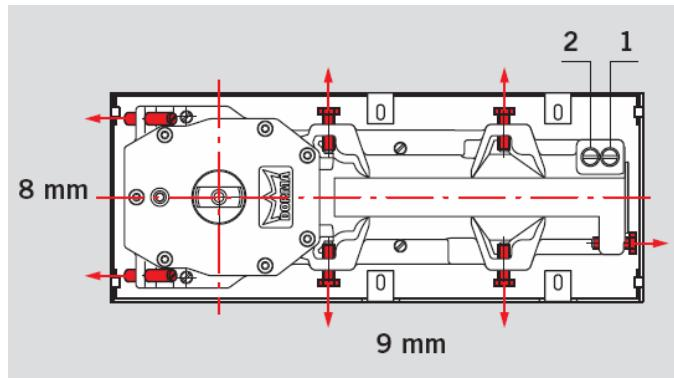

Рис. 6. Расположение клапанов для регулировки скорости закрывания доводчика **DORMA BTS 65**.
8. Если доводчик не оснащен функцией фиксации в открытом положении на 90°, то, для облегчения последующих операций, заверните до упора регулировочные клапаны 1 и 2. (**Рис. 6**).